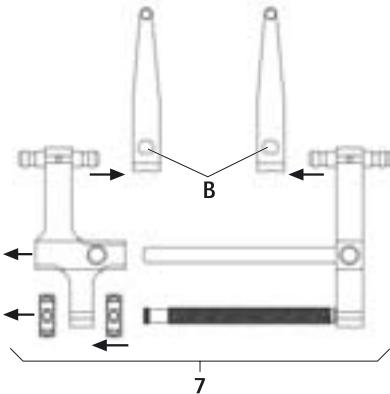

Fig. 2
- Desmontar el distractor 7 y las hojas distractoras, ver Fig. 2: